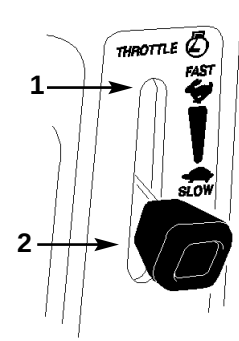

Figure 5
3. Pousser la PTO (prise de force) sur "OFF" (ARRET) (Fig. 5)
5. Placer la manette des gaz sur "FAST" (RAPIDE) (Fig. 5).
2. Tourner la clé de contact sur OFF (ARRET) (Fig. 5).